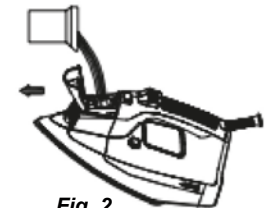

Fig. 2
- Abra la tapa (2).
- Vierta lentamente el agua en el depósito utilizando la medida especial y teniendo cuidado de no superar el nivel máximo indicado por "MAX" en el depósito [Fig. 2]
- Cerrar la tapa (2).